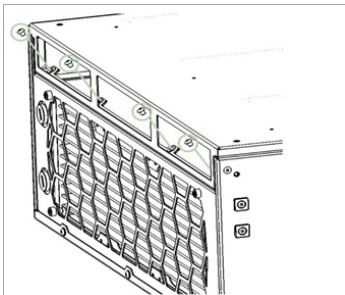

Рисунок 43 – Извлечение винтов фиксации нижней задней крышки с корпусом
- открутите шестигранным ключом s2 четыре винта М3 с полукруглой головкой, фиксирующих заднюю нижнюю крышку с корпусом (рисунок 43);